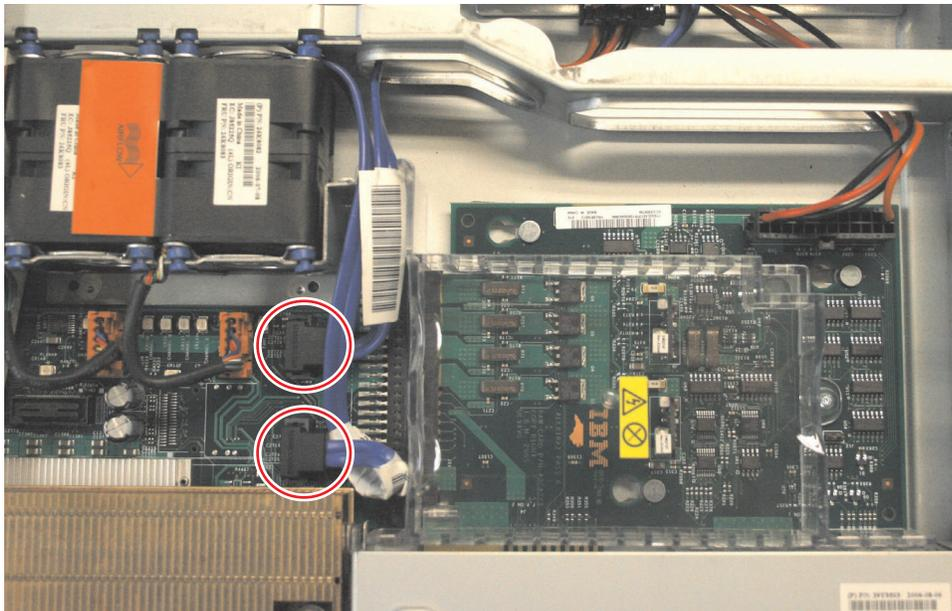

図 128. SAN ボリューム・コントローラー 2145-8G4 ディスク・ドライブ・バックプレーン コネクター
- 電源機構バックプレーン・カードに電源ケーブルを再接続します。次に、システム・ボードに 2 本の青色の信号ケーブルを再接続します。162 ページの図 128 に示すように、左のケーブルはフロント・システム・ボードのコネクターに、右のケーブルは背面システム・ボードのコネクターに接続します。